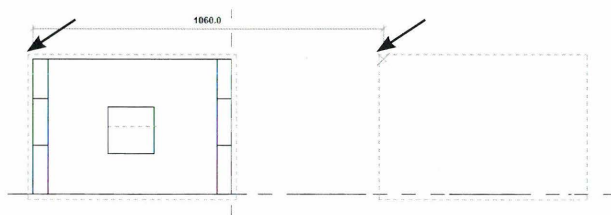
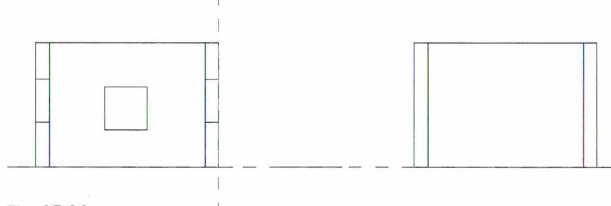

Fig. 05.05. Lav en kopi af objektet.
Fig. 05.06.
- Klik i øverste venstre hjørne af objektet, før herefter musen mod højre og klik når de to objekter har den ønskede afstand (Fig. 05.05 - Fig. 05.06).